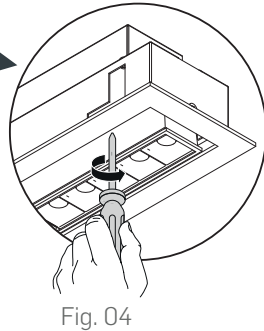

Fig. 04
5. Utilize novamente a chave Philips, girando os parafusos para ajustar e fixar as travas metálicas ao fôrro, como demonstrado na Fig. 04.